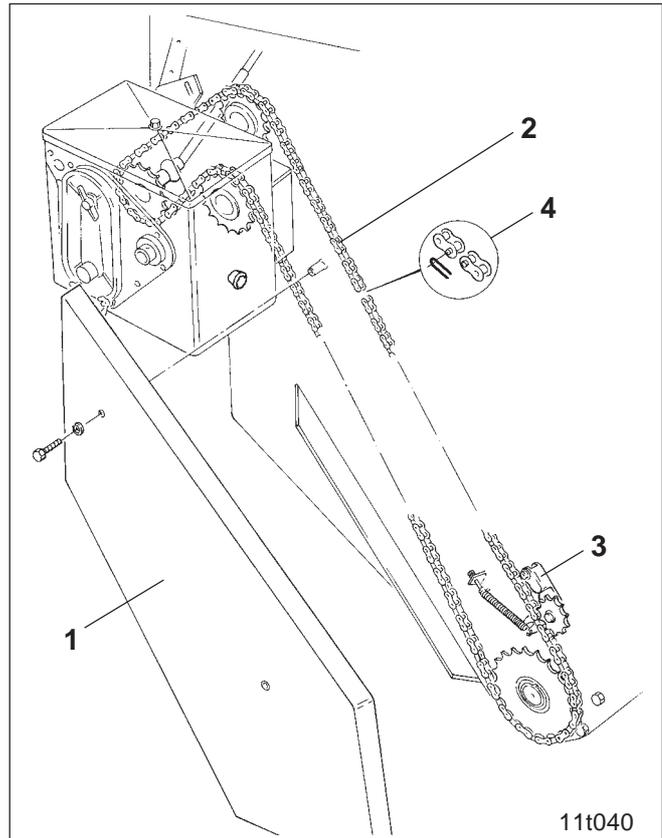

Fig. 50.6
- Kettenschutz (Fig. 50.6/1) entfernen
- die Antriebskette (Fig. 50.6/2) wird von einem federbelasteten Kettenspanner (Fig. 50.6/3) gespannt. Antriebskette entspannen oder Kettenschloß (Fig. 50.6/4) lösen und Antriebskette entfernen